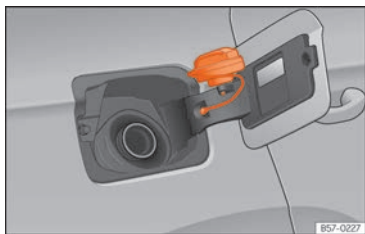

Abb. 215 Tankklappe mit aufgestecktem Tankverschluss.
- Platzieren Sie den Verschluss in der Ausparung, die sich im Scharnier der geöffneten Tankklappe befindet »» **Abb. 215**.